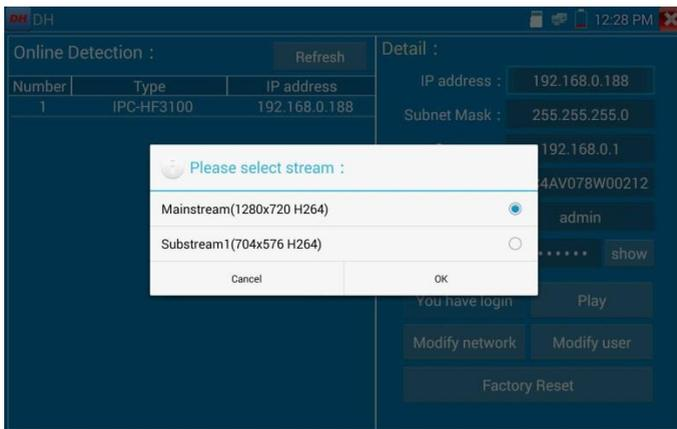

Рис. 149 Выбор видеопотока для тестируемой видеочамеры
3. Если видеочамера поддерживает выбор из нескольких потоков, выберите нужный, рис. 149